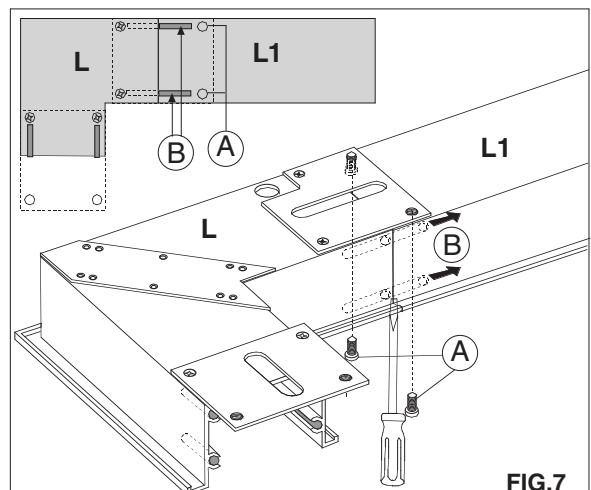

FIG.7
- Fissare il modulo angolare (L) al 1°modulo lineare (L1), con n°2 viti A.**FIG.7**
- Spostare con un cacciavite , le 4 spine fino a metà corsa, così da allineare i corpi L ed L1, fissati precedentemente.**FIG.7**